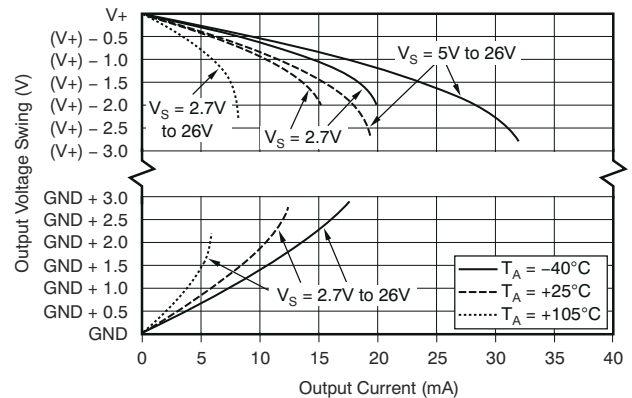

图 6-6. 输出电压摆幅与输出电流间的关系
- (1) RTI = 以输入为基准。
- (2) 请见典型特性曲线, 输出电压摆幅与输出电流间的关系(图 6-6)。